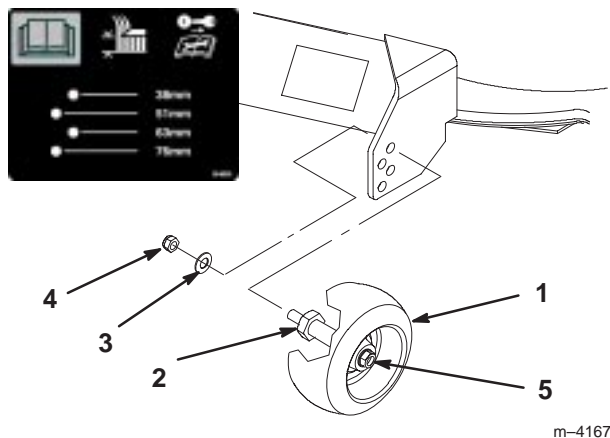

Figure 28
2. Lorsque la hauteur de coupe est réglée, enlevez l'écrou et la rondelle tout en maintenant le goujon avec une clé (Fig. 28).
Remarque : N'enlevez pas l'écrou et la rondelle de la roue (Fig. 28).
3. Choisissez le trou pour que la roue de jauge se trouve le plus près possible de la hauteur de coupe correspondante voulue (Fig. 28).
4. Remettez l'écrou et la rondelle sur le goujon (Fig. 28).